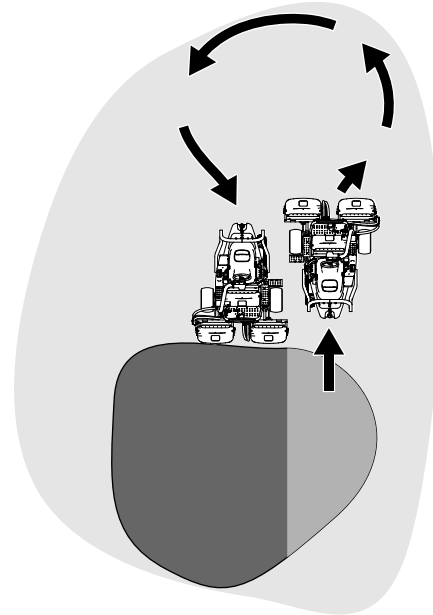

Figura 27
6. Para reduzir o tempo de funcionamento e facilitar o alinhamento para o próximo passo, oriente a máquina momentaneamente para a direção contrária, virando depois a máquina na direção da zona por cortar. Este movimento é uma volta em forma de gota (Figura 27) que alinha rapidamente a máquina para a próxima passagem.